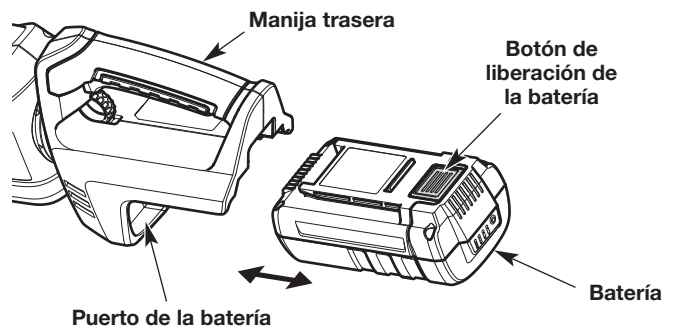

Fig. 5
1. Agarre con firmeza la manija trasera (Fig. 5). **NO** apriete del disparador. Consulte *Arranque y Parada*.
2. Deslice la batería en la base de de carga la batería (Fig. 5). Oprima la batería con firmeza hasta que quede trabada en su lugar (Fig. 5). Debería escuchar un "clic".
1. Agarre con firmeza la manija trasera (Fig. 5). **NO** apriete el disparador. Consulte *Arranque y Parada*.
2. Presione el botón de liberación de la batería para destrabarla (Fig. 5).
3. Extraiga la batería del puerto de la batería (Fig. 5).